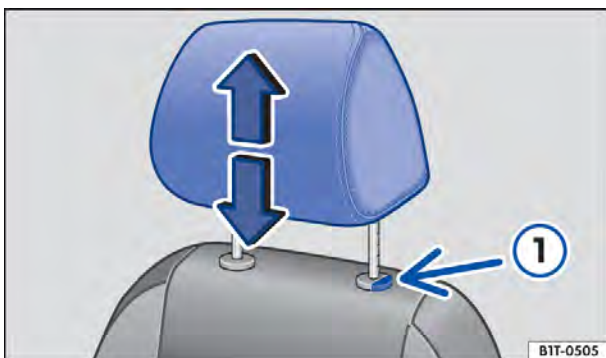

Fig. 39 Ajustar o apoio para cabeça.
- Empurrar o apoio para a cabeça para cima na direção da seta ou para baixo com o botão ⇒ Fig. 39 ① pressionado ⇒ .